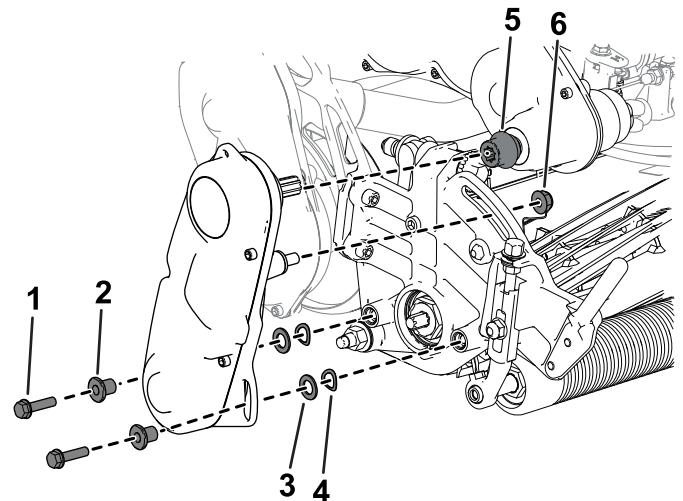

图 8
- D. 将联轴器安装到变速箱驱动轴上 图 8。
- E. 用先前卸下的五金件将滚刀驱动总成安装到滚刀组上 图 8。
- F. 确保联轴器 图 8可以在变速箱驱动轴上轻松前后移动。